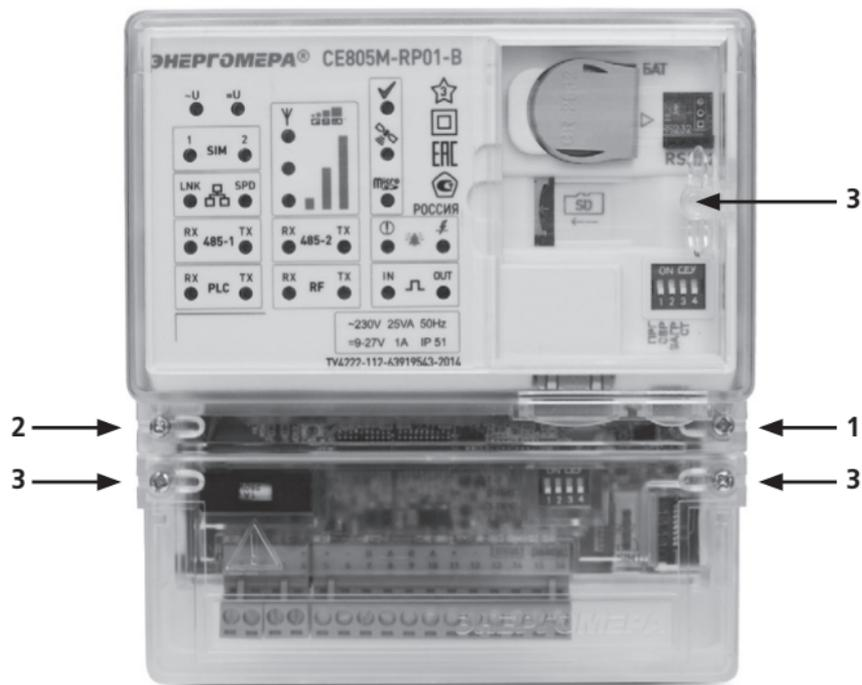

Рисунок 1 – Общий вид УСПД
4.5.1 УСПД имеет блочную конструкцию (см. Рисунок 1). В нижней части УСПД, закрываемой нижней крышкой, имеются следующие устройства и соединители:
Корпус УСПД имеет следующие виды пломбирования (см. Рисунок 1):